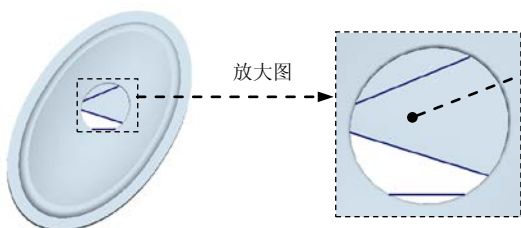
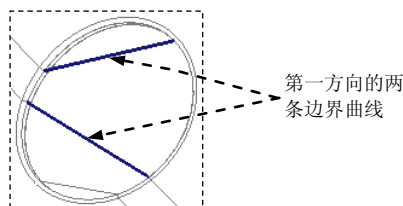

图 21.17 定义边界曲面 2
图 21.18 操作步骤 1
Step6. 创建图 21.17 所示的边界曲面 2。
(1) 单击 **模型** 功能选项卡中的 **切口和曲面** ▾ 按钮，在系统弹出的菜单中依次单击 **曲面** ▾ ➡ **边界混合**，系统弹出“边界混合”操控板。
(2) 定义边界曲线。
① 选取第一方向曲线。按住 **Ctrl** 键，依次选取图 21.18 所示的第一方向的两条边界曲线。